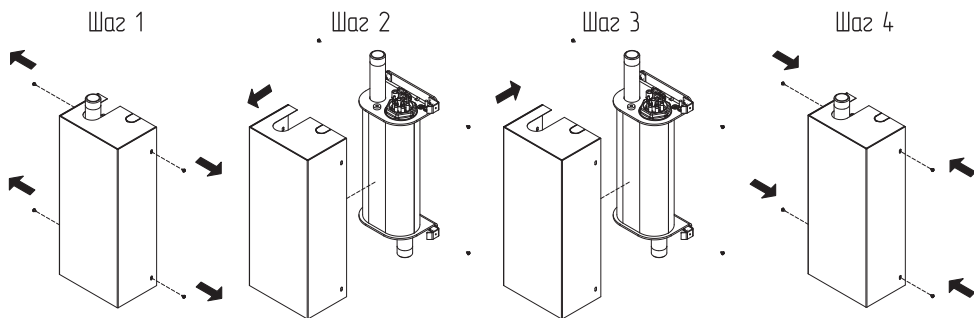

Рис. 11 Демонтаж кожу́ха
- Откройте кожух, как показано на **Рис. 11**;
Снятие кожуха котла производится в следующей последовательности (Рис. 11):
1. Выкрутить четыре винта крепления кожуха в боковой части котла как показано на **Рис. 11**;
2. Снять кожух с основание котла как показано на **Рис. 11**.
Установка кожуха производится в следующей последовательности (Рис. 11):
3. Установить кожух на основание котла как показано на **Рис. 11**;
4. Закрутить четыре винта в боковой части котла зафиксировав кожух как показано на **Рис. 11**.